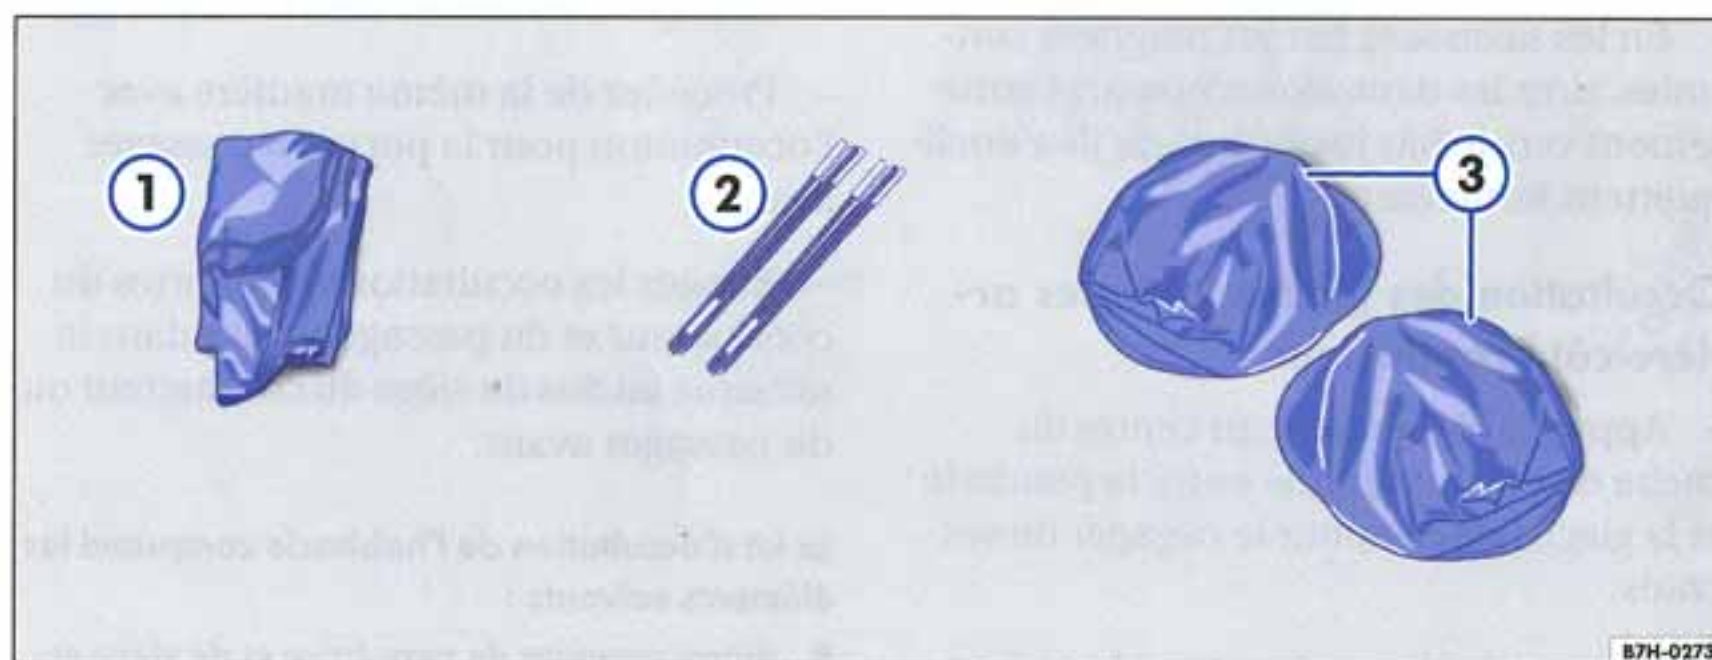

Fig. 29 Vue d'ensemble des éléments d'occultation pour le pare-brise et les glaces latérales
- Occultation pour le pare-brise ⇒ fig. 29 ①
- Baguettes en fibre de verre pour l'occultation sur le pare-brise ②
- Occultations pour les glaces latérales sur les portes conducteur et passager avant, sous forme de cadre emboîtable flexible ③